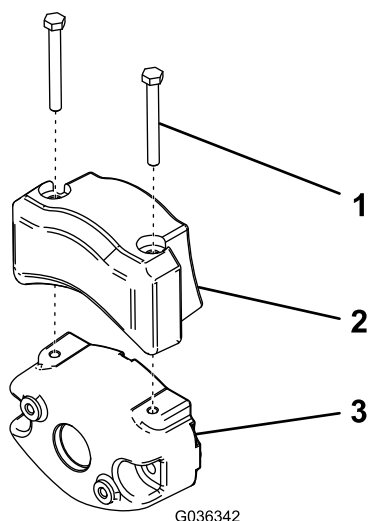

Bild 9
4. Befestigen Sie das elektrische Gegengewicht mit zwei Kopfschrauben am vorhandenen Gegengewicht, wie in **Bild 9** abgebildet.